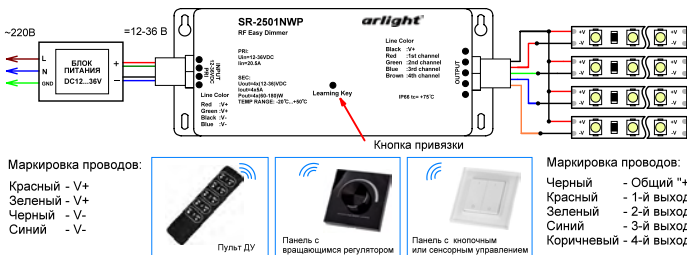

Рис.1. Схема подключения и цветовая маркировка проводов.
- 3.3. Подключите светодиодную ленту или другой светодиодный источник света к выходу **OUTPUT** диммера, соблюдая полярность и цветовую маркировку проводов (Рис.1).
- 3.4. Подключите провода входа питания **INPUT** диммера к выходу блока питания, соблюдая полярность и цветовую маркировку проводов (Рис.1).